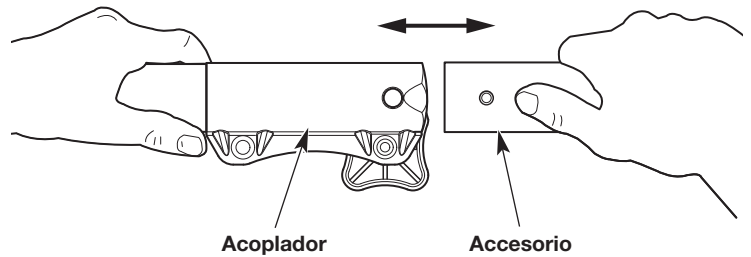

Fig. 4
4. Tire del accesorio directamente hacia fuera del acoplador (Fig. 4).